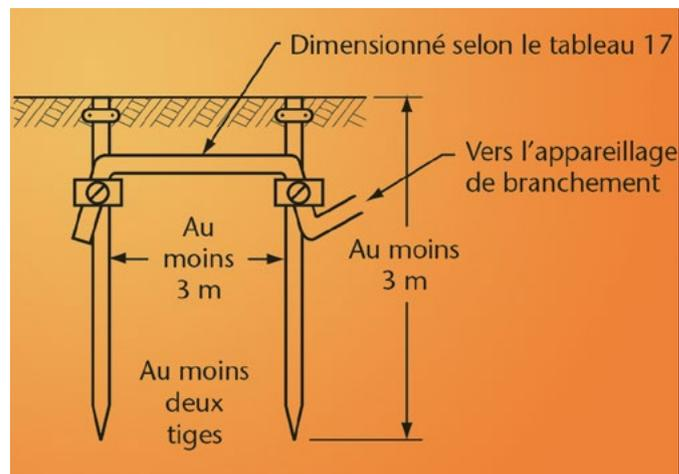

Figure 1 Prise de terre à tiges
- ⊙ Être reliées entre elles par un conducteur de mise à la terre de grosseur exigée au tableau 17 *Grosseur minimale du conducteur de mise à la terre* du Code. (figure 1)